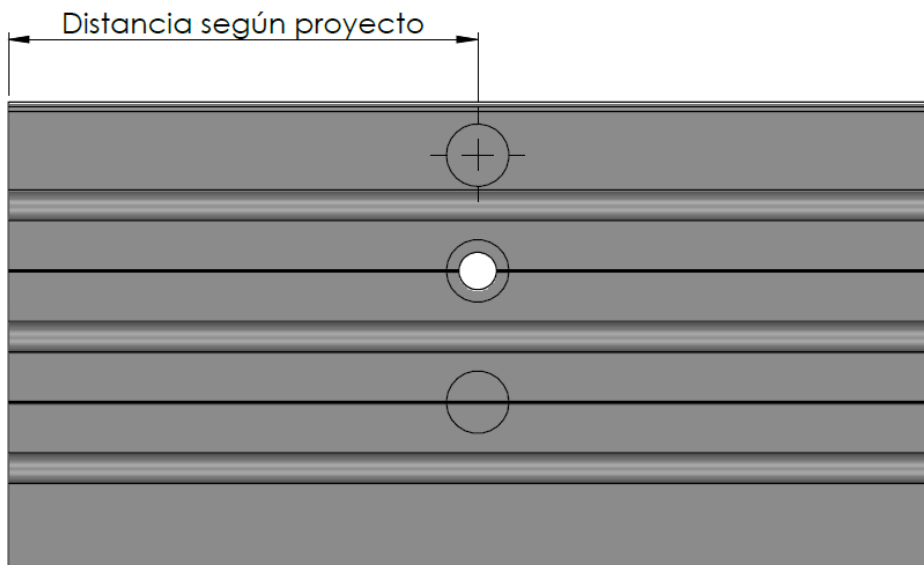

Figura 2
- A la distancia indicada como “TALADROS” en la hoja de mecanizado, realizar los taladros de desagüe y fijación que se muestran según el tipo de carril. Utilizar las líneas existentes como guías para realizar los mecanizados (Figura 2).